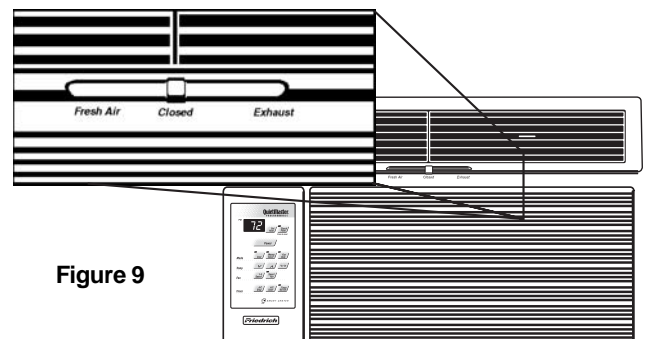

Figure 9
- 3) **VENTILATEUR SEULEMENT** - Appuyez sur le bouton *Fan Only* si vous désirez faire fonctionner le ventilateur seulement. Vous voudrez peut-être utiliser cette fonction avec le levier *Fresh Air / Exhaust* pour faire entrer de l'air de l'extérieur dans la pièce ou pour évacuer l'air vicié. (La fonction *Fresh Air / Exhaust* est située à l'avant du climatiseur près du haut. Voir la figure 9 à la page 43.)
Le réglage **Fan Only** peut aussi être utilisé avec le réglage d'échappement d'air (EXHAUST) pour évacuer l'air vicié ou de la fumée d'une pièce; ou il peut être utilisé avec le réglage **Fresh Air** pour faire entrer de l'air de l'extérieur dans la pièce. Cela est particulièrement utile au printemps et à l'automne lorsque le refroidissement peut ne pas être nécessaire. Les commandes **Fresh Air** et **Exhaust** se trouvent dans la zone supérieure d'échappement d'air. La position centrale de cette commande est la position normale ou fermée, qui recycle l'air pour un rendement maximal dans le mode de refroidissement (voir la figure 9).
Les commandes **Fresh Air** et **exhaust** se trouvent dans la zone supérieure d'échappement d'air (voir la figure 9, page 43). La position centrale de cette commande est la position normale ou fermée, qui recycle l'air pour un rendement maximal dans le mode de refroidissement.
Votre climatiseur a la capacité de faire entrer de l'air frais dans la pièce ou d'évacuer l'air vicié hors de la pièce. Le levier de contrôle se trouve dans la partie supérieure de l'unité (voir la figure 9).